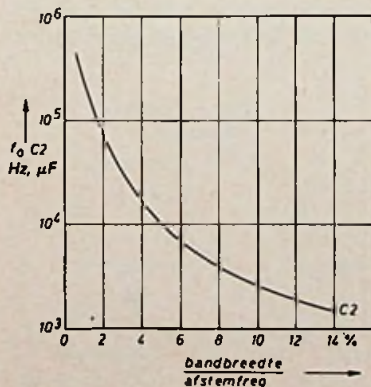
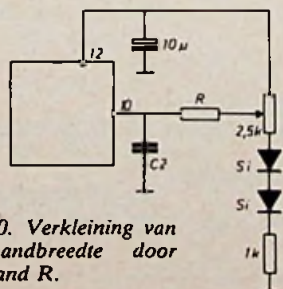
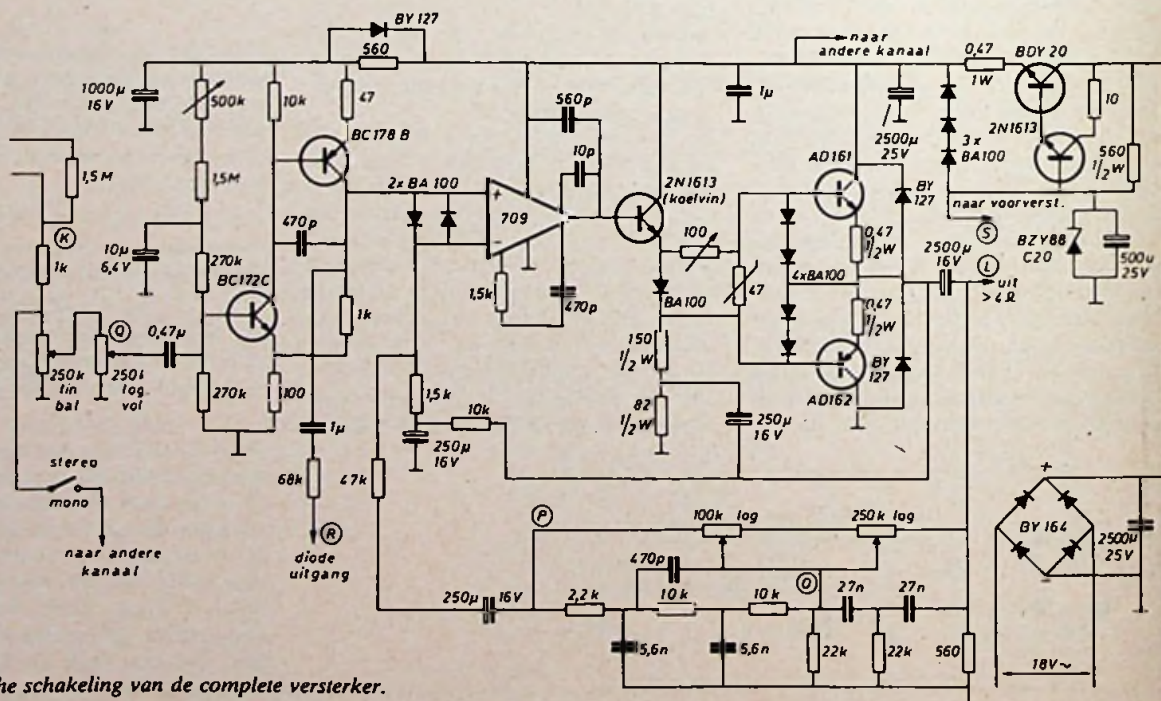
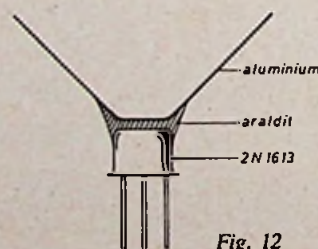

Fig. 1. Afstemgrafiek.
Fig. 10. Verkleining van de bandbreedte door weerstand R.
Fig. 9. Praktische schakeling van de complete versterker.
Fig. 12
in V, Hz,  $\mu$ F maar handiger is het grafiekje van fig. 1. Condensator C3 vormt met een interne weerstand van 4,7 k $\Omega$  een afvlakfilter, waarmee frequenties buiten het detectiegebied worden verzwakt. Het gelijkspannings signaal van de kwadratische detector wordt hiermee zoveel mogelijk ontdaan van stoorklikjes en doorspraak van buiten het vanggebied liggende tonen. Het filter is effectiever naarmate C3 groter is, al gaat het ten koste van de snelheid waarmee de aanwezigheid van een „goede” toon de schakeltransistor bedient. Een richt-
2. Bandbreedte beperking kan ook worden verwezenlijkt door de lusversterking van de fase lus te verkleinen. Dit kan gebeuren met behulp van een weerstand die vanaf C2 naar een gelijkspanningspunt wordt gelegd, als in fig. 10. De instelpotentiometer wordt afgeregeld op symmetrie van het oscillatorsignaal (de blokspanning op punt 9 of 16). Met de keuze van de weerstand R kan de bandbreedte worden geregeld, wordt de interne weerstand van 10 kΩ door de vervangingswaarde van de externe weerstanden gehalveerd, dan wordt de bandbreedte ook de helft. De tijdconstante met C2 is ook gehalveerd, de grafiek van fig. 1 geldt nu niet meer, C2 moet dus worden verdubbeld. Deze methode van bandbreedtebeperking gaat ten koste van de „vangsnelheid”, net als andere methoden, maar het compromis valt wat gunstiger uit. De siliciumdioden dienen voor temperatuurcompensatie. De waarden van de takken van de potmeter moeten bij de berekening van de totaalweerstand (op punt 10 of 15) natuurlijk worden meegenomen.
Fig. 10. Stereo-uitvoering van de schakeling (zonder RIAA correctie) van fig. 9, compleet met voeding. De componentenopstelling is op de vorige pagina gegeven, echter gezien vanaf de onderzijde van de print.
Na de vrij uitgebreide theoretische behandeling van de meeste onderdelen kan nu de complete schakeling van de versterker (zonder RIAA correctieversterker) worden gepresenteerd (fig. 9). De schakeling behoeft vrijwel geen toelichting meer. Er zijn wat extra weerstanden en condensatoren opgenomen voor instellingen en stabilisatie, doch deze spelen geen wezenlijke rol. Wel is er een toelichting noodzakelijk op twee punten, ten eerste de diode (BY127), welke over de weerstand van  $560 \Omega$  is geplaatst en ten tweede de condensator van  $1 \mu\text{F}$ , welke over de voeding is aangebracht. De functie van de diode is het voorkomen dat, bij het belast uitschakelen van de versterker, de ingangen van de 709 zich op een hoger potentiaal zouden gaan bevinden dan de voeding van de 709, hetgeen niet is toegestaan.
printgeleiderbanen. Voor de schakeling van fig. 9 is een print ontworpen welke is afgebeeld op ware grootte in fig. 10. Op deze print komen alle onderdelen voor, behalve de transformator, bedieningsorganen en aansluitmateriaal, welke zijn benodigd voor de stereo-uitvoering van de schakeling volgens fig. 9. Tevens is bij de voeding en bij een kanaal de onderdelenplaatsing aangegeven, alsmede de plaatsen waar gaten kunnen worden geboord om de print te bevestigen. De transistor BDY20 wordt zonder koeling op de print geschroefd. De eindtransistoren daarentegen worden met een U-vormig aluminiumplaatje op de print vastgeschroefd, zoals zichtbaar op afb. 11 welke een gemonteerde print voorstelt. Deze print is niet geheel dezelfde als die van fig. 10; men moet echter vrij goed opletten om de verschillen op te merken. Ook is op afb. 11 te zien hoe de NTC-weerstanden vastgelijmd zitten op de koelplaatjes van de eindtransistoren. Precies onder de NTC-weerstanden, welke met araldit zijn vastgekit, is er een opening tussen beide koelplaatjes, zodat het niet nodig is de eindtransistoren geïsoleerd te monteren. Wel moet crop worden gelet, dat de gaten in de koelplaatjes, voor doorvoer van basis en emitteraansluitingen, voldoende groot worden geboord, zodat er geen kortsluiting van de collector kan optreden. De koelplaatjes op de beide 2N1613 zijn op afb. 11 nog niet aangebracht. Goedkoop en goed is het om in plaats van een in de handel verkrijgbare koelvin voor TO5 een koelplaatje aan te brengen zoals is aangegeven in fig. 12. Deze constructie komt ook plezieriger uit in de beschikbare ruimte. Als afmetingen voor het plaatje kan men  $60 \times 5 \times 1,5 \text{ mm}$  nemen. Alvorens verder in te gaan op de bedrading, de aarding en de plaatsing van de diverse niet op de print aanwezige